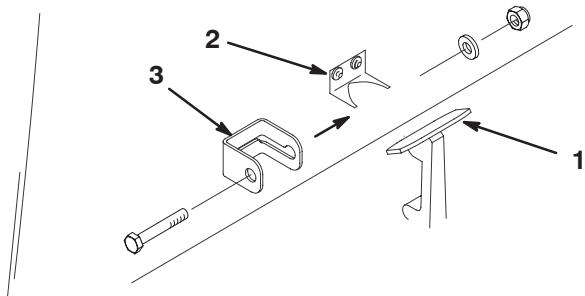

Figure 3
- Décrochez le verrou du capot de son support (Fig. 3).
- Glissez la patte de blocage du capot sur le verrou (Fig. 3).
- Raccrochez le verrou sur le support du capot (Fig. 3).
- Insérez un boulon (1/4 x 1-1/2") dans la patte de blocage du capot et fixez-le à l'aide d'une rondelle plate et d'un contre-écrou (Fig. 3).